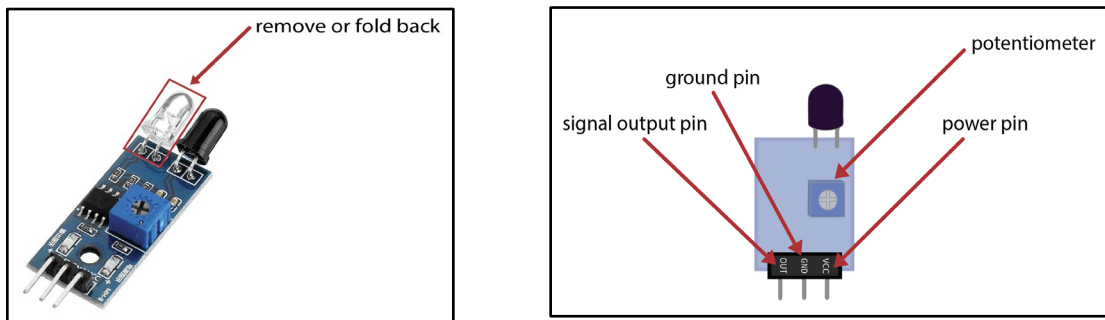

图 1： 红外 (IR) 光电二极管
- a. 准备 9 根光电二极管。将光电二极管上的透明 LED 移除或向后折起（参见图 1；这些 LED 在 RetINaBox 中不会使用）。这些光电二极管将由树莓派（Raspberry Pi）提供恒定的 3.3V 电源，而树莓派（Raspberry Pi）也会独立读取每根光电二极管的输出信号（即光电二极管是否检测到光）。每根光电二极管板上都包含一个可调电阻（电位器），可用于调节光敏度（如下文所述）。